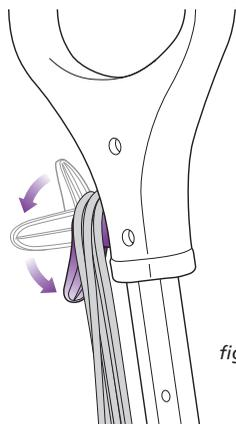

fig. 7
- 1 Tirez et tournez l'enrouleur pour cordon à dégageur rapide pour dérouler complètement le cordon d'alimentation. Veuillez le brancher dans une prise de courant de 120 volts. (**fig. 7**)